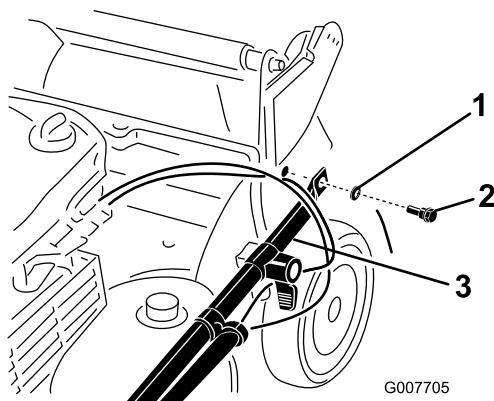

Figura 3
2. Fija los extremos del manillar al alojamiento del cortacésped con 2 arandelas y 2 pernos de manillar (Figura 3), **pero no apriete los pernos del manillar.**